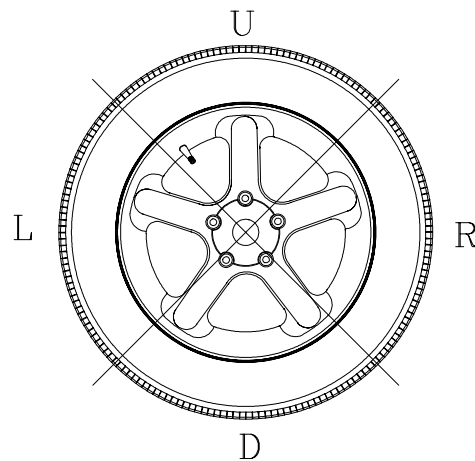

Figure 25
**C.** Le poids de la roue pourrait avoir été placé dans une mauvaise position. Pour vérifier cela, placer la roue dans la position de correction pour le plan externe. Si le poids de la roue précédemment appliqué est dans le secteur '**L**' ou '**R**' ( Figure 25), déplacer le poids de la roue vers le haut d'environ 1" (2.54cm).